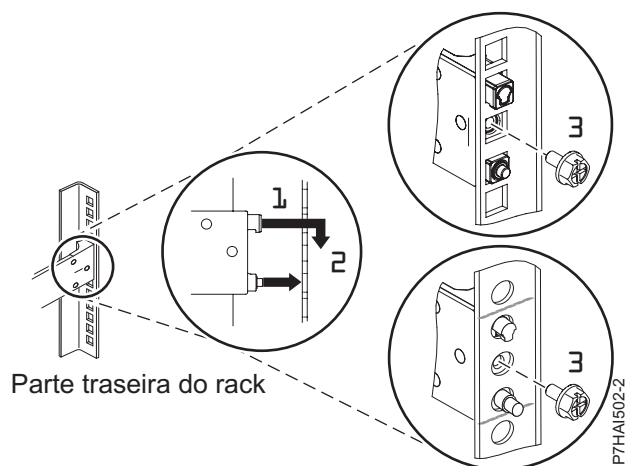

Figura 3. Alinhando e Encaixando os Pinos nos Orifícios na Parte Traseira do Rack
3. Alinhe os dois pinos localizados na parte traseira do trilho deslizante com os orifícios da parte superior e inferior dentro da unidade EIA selecionada que foram marcados anteriormente. Puxe o trilho deslizante em sua direção para inserir os dois pinos nos orifícios do rack (1) e abaixe o trilho deslizante para baixo (2) para encaixar o gancho no pino superior. Para obter detalhes, consulte Figura 3. Assegure-se de que os dois pinos apareçam através dos orifícios do rack antes de prosseguir para a próxima etapa.